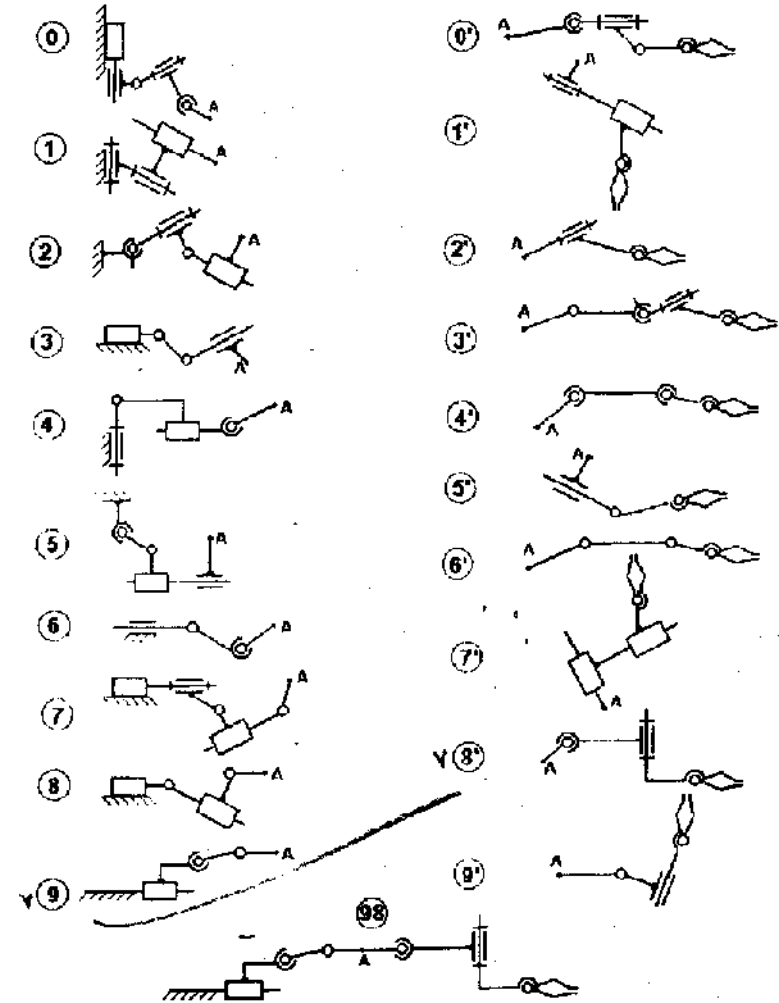

Рис. 1
Задача 1. Скласти з двох кінематичних ланцюгів механізм універсального промислового робота. Один з кінематичних ланцюгів узяти з рис. 1 (0-9) відповідно до передостанньої цифри номера студентського квитка, а другий — з рис. 1 (0'-9') відповідно до останньої цифри номера, і жорстко з'єднати їх у точці А. Для прикладу утворення заданого механізму на рис. 1 (98) показано схему механізму промислового робота для номера, що закінчується цифрами 98. Для утвореної кінематичної схеми механізму визначити її степені вільності та маневреність.